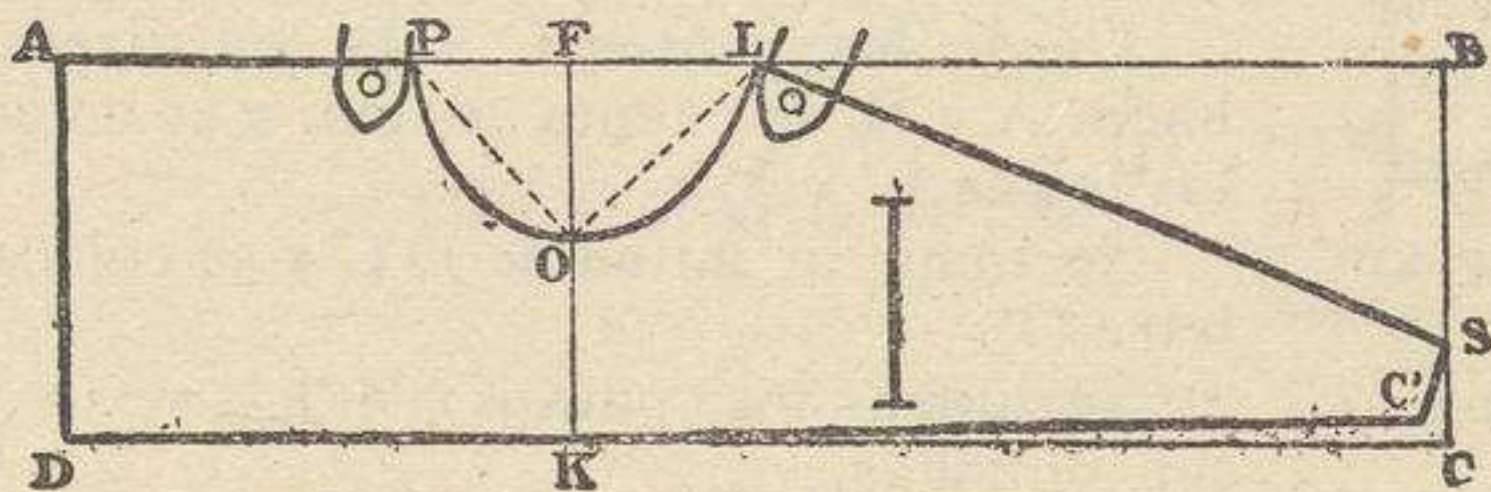

Fig. 138 ( $\frac{1}{5}$  del tamaño real).—Vestido sin mangas.
**Rectángulo ABCD.**—Se traza un rectángulo ABCD (fig. 138) que tenga 9 cms. de alto y 33 de ancho.